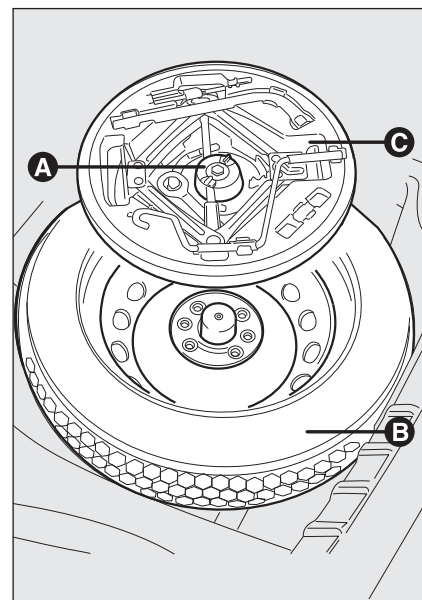

fig. 2
- ☐ afloje el dispositivo de bloqueo **A-fig. 2**;
- ☐ levante la caja portaherramientas **C-fig. 2** y póngalo al lado de la rueda que se tiene que sustituir;
- ☐ quite la rueda de repuesto **B-fig. 2**;
- ☐ vuelva a colocar en su contenedor **C-fig. 2** el gato parcialmente abierto, forzándolo ligeramente en su alojamiento para que no vibre durante la marcha;
- ☐ ponga la caja **C-fig. 2**, con las herramientas en la rueda de repuesto;
- ☐ apriete el dispositivo **A-fig. 2** de bloqueo del contenedor de las herramientas;